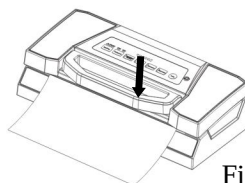

Fig.3
6. Appuyez ensuite sur le bouton "Mise sous vide & Scellage", l'appareil commence à mettre sous vide et fermer automatiquement le sac - Fig 3